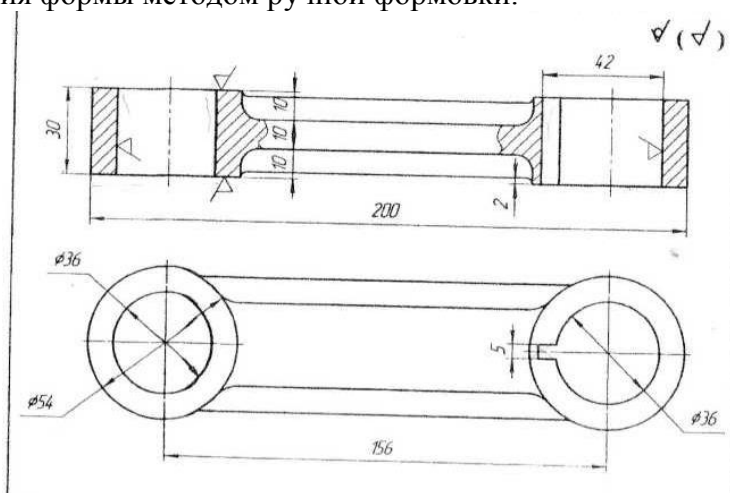

Рисунок 8. Рычаг, Сталь 20Л.
3. По эскизу детали (рис. 8) разработайте процесс ее изготовления методом литья в песчаную форму, опишите технологические возможности метода и укажите область его применения, по эскизу детали разработать эскиз отливки с модельно-литейными указаниями, привести эскизы модели, стержневого ящика и собранной литейной формы (в разрезе), описать последовательность изготовления формы методом ручной формовки.